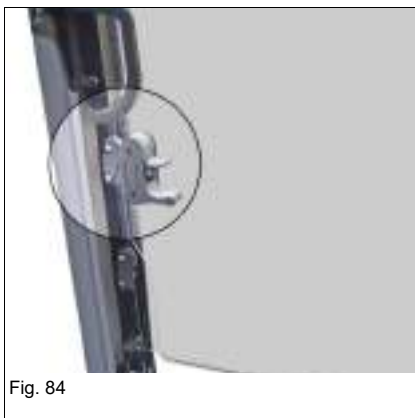

Fig. 84
- Si l'ensemble de la vitre AV est ouvert ou fermé, la vitre AV inférieure doit être complètement ouverte (Fig. 84).